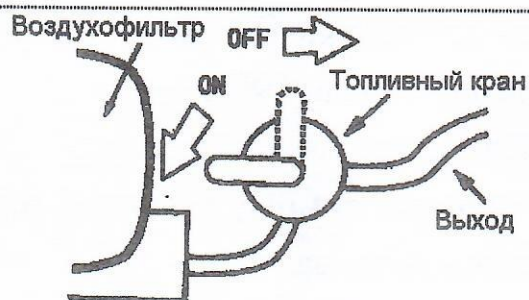

Рис. 6
1. Установите топливный кран в положение "ON" (=ВКЛ) (рис.6).